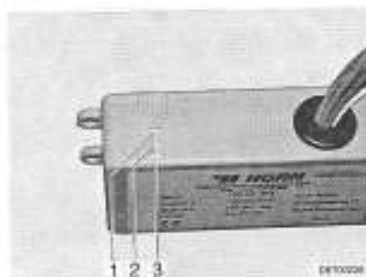

Fig. 141 Régulateur
Le régulateur (Fig. 141) est monté dans la penderie. Les voyants de contrôle qui se trouvent sur le régulateur ont la signification suivante :
- Le voyant de contrôle (Fig. 141,2) s'allume en vert : Régulateur en marche.
- Le voyant de contrôle (Fig. 141,1) s'allume en rouge : Le réservoir d'eaux usées est chauffé.
- Le voyant de contrôle (Fig. 141,3) s'allume en rouge : Les conduites des eaux usées sont chauffées.